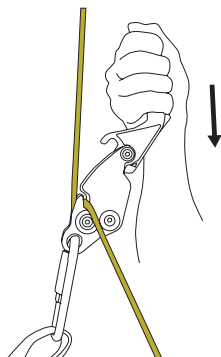

Figur 3
3. Fastgør nedfiringens anordning til et fastgørelsespunkt foran på selen, figur 3 (iht. EN813 anbefales det at bruge nederste fastgørelsespunkt på selen) med karabinhagen. Sørg for, at begge karabinhager er helt låst.
8. Nedfiringshastigheden reguleres med den ene hånd om håndtaget og den anden hånd om rebet under anordningen. Når du begynder, skal rebet komme ud af slidsen i en vinkel. Når nedfiringanordningen sidder omvendt, startes nedfiringen ved at trække håndtaget opad (figur 7) og standses ved at flytte håndtaget nedad eller ved at udløse det. Du kan øge eller reducere friktion ved at flytte rebet ind i den smalle del af slidsen eller væk som vist i figur 3:B. Det er vigtigt altid at holde med den ene hånd om rebet under nedfiringsanordningen for bedre at styre nedfiringen.